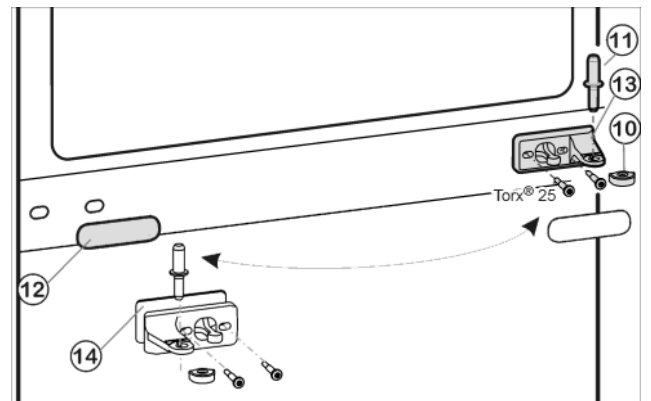
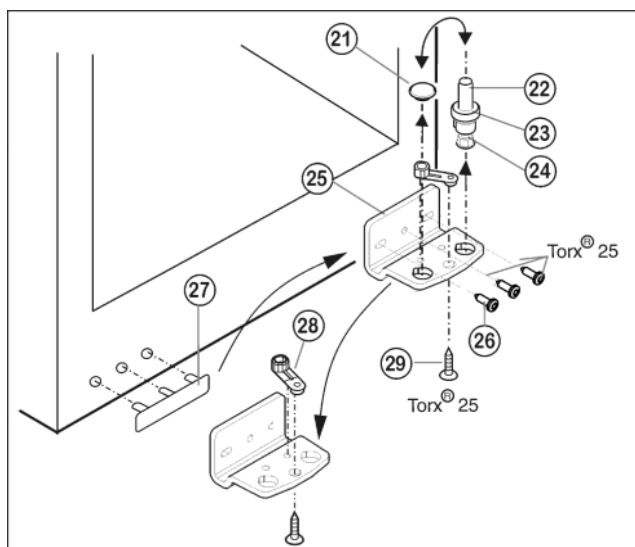

Fig. 5
Fig. 6
- ▶ Middelste lagerbout Fig. 5 (11) uit de lagerbus en de onderste deur uittrekken.
- ▶ Kunststof kapje Fig. 5 (10) afnemen.
- ▶ Middelste lagerbus Fig. 5 (13) losschroeven (2 maal Torx® 25).
- ▶ Afdekplaat Fig. 5 (12) voorzichtig afhalen.
- ▶ Middelste lagerbus Fig. 5 (13) met onderlegschiifje Fig. 5 (14) 180° gedraaid aan de nieuwe scharnierkant **goed** (met 4 Nm) vastschroeven.
- ▶ Afdekplaat *Fig. 5 (12)* 180° gedraaid aan de nieuwe greepzijde weer vastklikken.
- ▶ Lagerbout *Fig. 6 (22)* compleet met schijfje *Fig. 6 (23)* en stelpootje *Fig. 6 (24)* naar boven eruit trekken.
- ▶ Stop *Fig. 6 (21)* eraf halen.
- ▶ Lagerbus *Fig. 6 (25)* losschroeven *Fig. 6 (26)*.
- ▶ Lagerdeel *Fig. 6 (28)* losschroeven *Fig. 6 (29)* en in het tegenoverliggende opnamegat van de lagerbus omzetten en weer vastschroeven.
- ▶ Afdekking aan de greepzijde *Fig. 6 (27)* voorzichtig optillen en op de tegenoverliggende zijde plaatsen.
- ▶ Lagerbus *Fig. 6 (25)* aan de nieuwe scharnierzijde evt. met behulp van een accuschroevendraaier weer **goed (met 4 Nm)** vastschroeven.
- ▶ Stop *Fig. 6 (21)* weer in het andere gat aanbrengen.
- ▶ Lagerbout *Fig. 6 (22)* compleet met schijfje en stelpootje weer aanbrengen. Er daarbij erop letten, dat de sluitnok naar achter wijst.
- ▶ Plaats de onderste deur van boven op de onderste lagerbout *Fig. 6 (22)*.
- ▶ Het kunststof kapje *Fig. 5 (10)* weer op de middelste lagerbus *Fig. 5 (13)* zetten.
- ▶ Middelste lagerbout *Fig. 5 (11)* op de nieuwe scharnierzijde in de onderste deur plaatsen door de middelste lagerbus *Fig. 5 (13)*.
- ▶ Bovenste deur op de middelste lagerbout *Fig. 5 (11)* zetten.
- ▶ De deuren eventueel via de beide langgaten in de onderste lagerbus *Fig. 6 (25)* en middelste lagerbus *Fig. 5 (13)* ten opzichte van de kast uitlijnen. Eerst de middelste schroef in de onderste lagerbus *Fig. 6 (25)* uitdraaien.